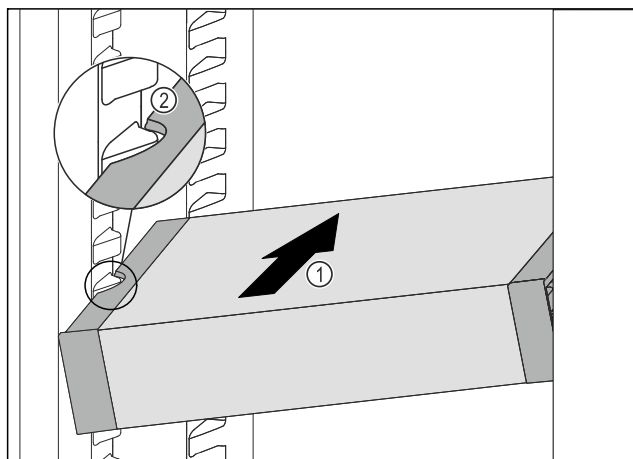

Fig. 96
- VarioSafe skjuts in snett i kyldelen Fig. 96 (1), tills sidofördjupningarna Fig. 96 (2) hos VarioSafe är i samma nivå som behållarlisterna i kyldelen.